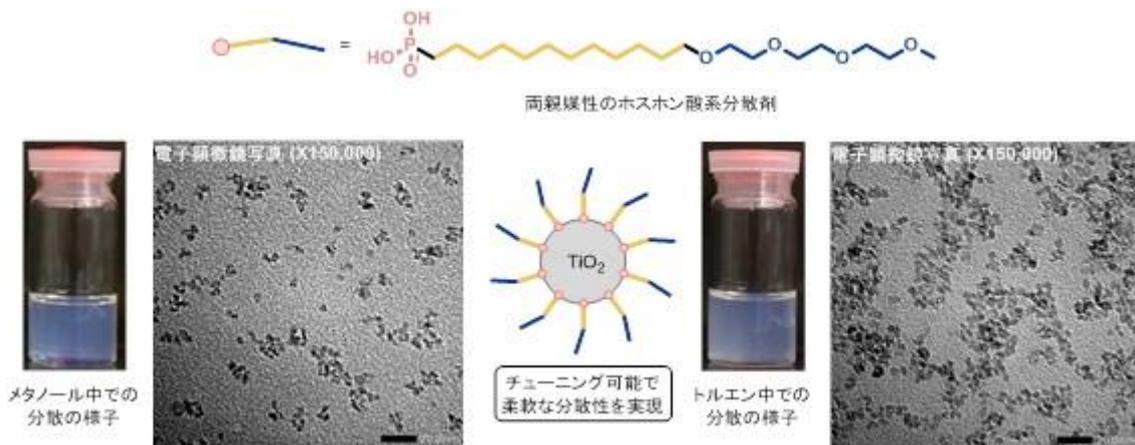

図1 本研究で設計・合成した分散剤を用いた酸化チタンナノ粒子の分散の様子
**研究成果**：ナノ粒子を分散させたい溶媒にも性質の違いがあります。例えば水と油は互いに混じり合いません。水によく馴染む性質を親水性、油によく馴染む性質を疎水性といいます。本研究では、親水性（もしくは疎水性）の程度が異なる様々な溶媒中にナノ粒子を安定に分散させることを狙って、新たに親水性と疎水性の構造を併せ持つ“両親媒性の”ホスホン酸系の分散剤を設計・合成しました（図1上段）。ホスホン酸は様々な金属酸化物に強く吸着することが知られています。この分散剤を、光触媒作用を中心に広く応用研究が進められている酸化チタンのナノ粒子の表面に取り付けたところ、親水性の高い溶媒の代表格であるメタノールと、疎水性の高い溶媒の代表格であるトルエンに、いずれも安定に分散させることに成功しました（図1）。この2種の溶媒に限らず、メチルエチルケトンやテトラヒドロフランなど汎用性の高い様々な溶媒にも安定に分散させることが可能です。分散剤の親水性と疎水性のバランスを僅かに変化させるだけで、分散剤としての機能に大きな影響を及ぼすことも見出されました。従来の試行錯誤ではなく、目的や使用する有機溶媒に応じて分散剤を合理的に設計・合成することが可能になりました。